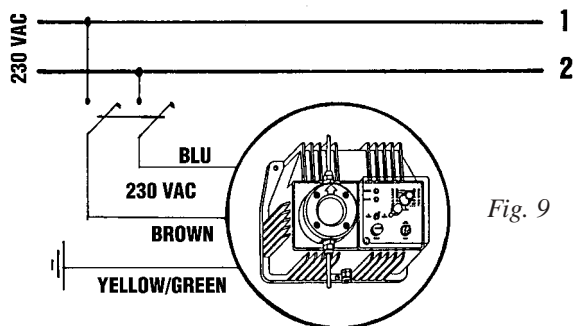

Fig. 9
- Carefully observe the regulations in force in the various countries as regards electrical installations (figure 9).
- Respecter les normes en vigueur dans les différents pays sur l'installation électrique (figure 9).
- b. Die landesspezifischen Bestimmungen für die Installation von elektrischen Geräten genau beachten (Abbildung 9). Falls das Netzkabel nicht mit einem Netzstecker versehen ist, so sollte dem Anschluß ein einpoliger Trennschalter mit einer Kontaktöffnung von zumindest 3 mm vorgeschaltet werden. Vor sämtlichen Eingriffen an elektrischen Bauteilen sicherstellen, dass die Stromzufuhr vollständig unterbrochen worden ist.
- b. Respetar las normas en vigor en lo concerniente a la instalación eléctrica fig. 9. Si el cable de alimentación carece de enchufe, el equipo se conectará a la red de alimentación mediante un interruptor omnipolar de palanca que tenga una distancia mínima de 3 mm entre los contactos. Antes de tocar los dispositivos de conexión, habrá que desconectar todos los circuitos de alimentación.